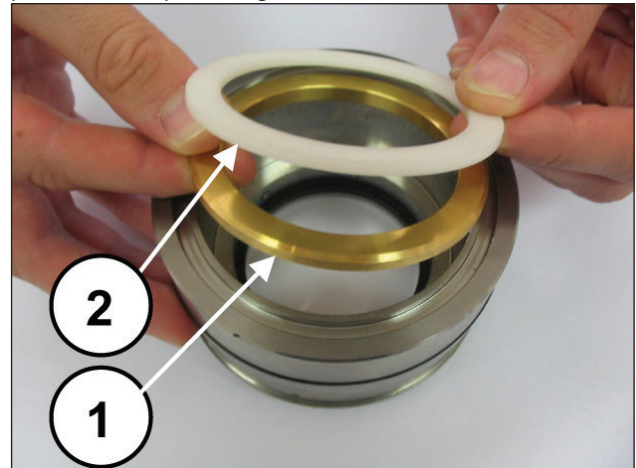
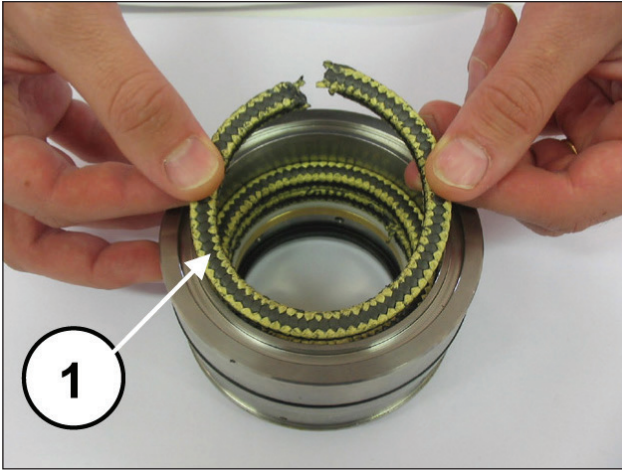
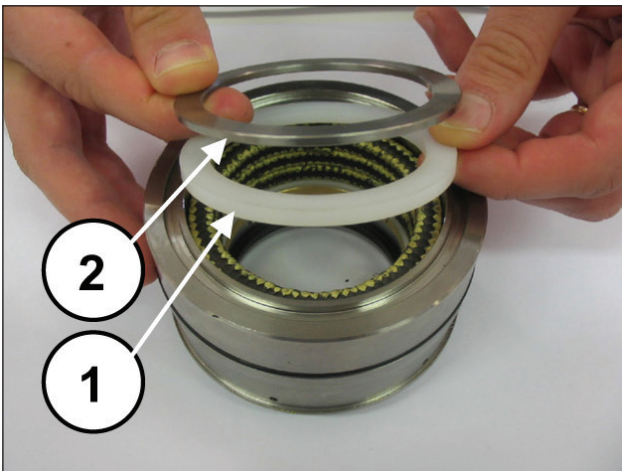

Fig. 170
Fig. 171
Fig. 172
Monter la rondelle d'appui et la bague anti-extrusion (rep. ①②, Fig. 170), les trois segments en ayant soin de les tiercer à 120° (rep. ①, Fig. 171), le segment raqueur et l'anneau pour ressort (rep. ①②, Fig. 172).